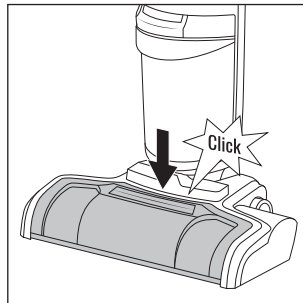

Abb. 42
- ♦ Drücken Sie dann den Spritzschutz **7** wieder in Position, bis dieser hörbar am Fußteil **3** einrastet (siehe Abb. 42).